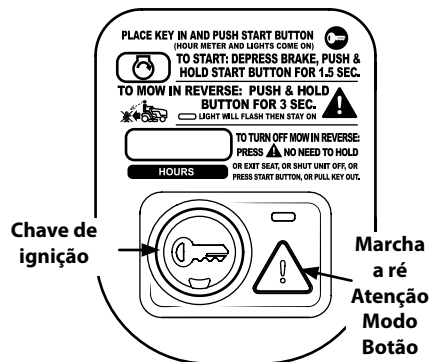

Figura 3-2
2. Pressione o botão REVERSE CAUTION MODE  e mantenha pressionado por 3 segundos. A luz indicadora vai piscar por 3 segundos e ficará acesa enquanto o MODO ATENÇÃO MARCHA A RÉ  estiver ativado. Consulte Figura 3-2.
3. A luz indicadora acima do botão MODO ATENÇÃO MARCHA A RÉ  ficará acesa enquanto o modo estiver ativado. Consulte Figura 3-2.